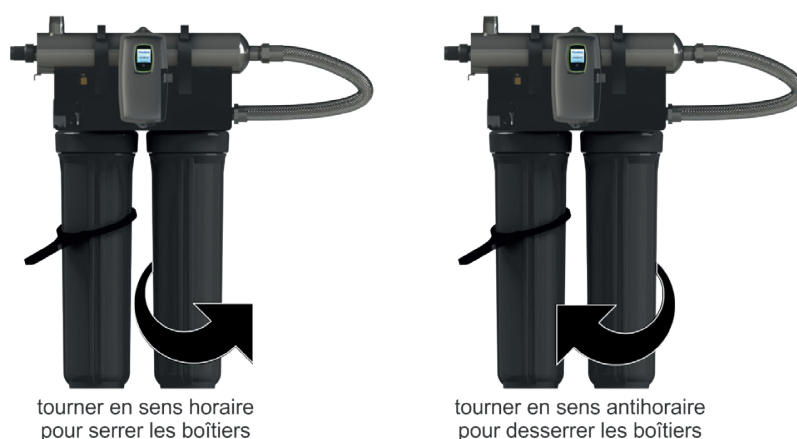

Figure 5. Retrait des cartouches de filtre
Étape 9 : Installer les cartouches de filtre dans les boîtiers appropriés. Pour les produits de marque **Flowdians**, se référer au tableau des spécifications du système UV pour montage sur bâti **Flowdians**. REMARQUE : Ce tableau indique la bonne position de cartouche pour l'orientation par défaut du « côté gauche, » avec l'entrée d'eau située du côté gauche du système de bâti. Si l'orientation a été inversée, le placement de la cartouche doit aussi être inversé. Une fois que les cartouches sont en place, utiliser la clé à filtre fournie pour « serrer » le boîtier du filtre sur la tête du filtre (voir la figure 5).
Étape 10 : Installez le détecteur UV en option (acheté séparément). Aligner la portion plate de sorte qu'elle fasse face au bout de l'écrou libre et qu'elle s'apparie avec la demi-langue en métal sur le port du détecteur (voir la figure 5). Insérer le détecteur de sorte qu'il soit entièrement assis, et serrer à la main l'écrou du détecteur. Insérer le connecteur du capteur dans le port IEP situé du côté droit du contrôleur (Figure 7). Pour que le capteur soit reconnu par le contrôleur, l'alimentation du contrôleur doit être branchée en dernier. Ne pas brancher le cordon d'alimentation du contrôleur avant la dernière étape.